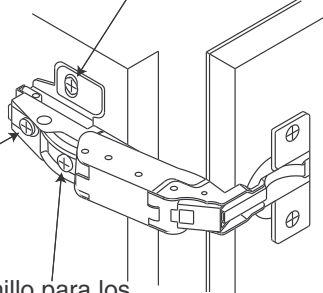

Fig. 9
Insert door side of clip hinge as shown in Fig. 9
- B) Lado de la puerta del relleno de la bisagra de 170 grados de la bisagra del clip segun lo demostrado adentro Fig. 9